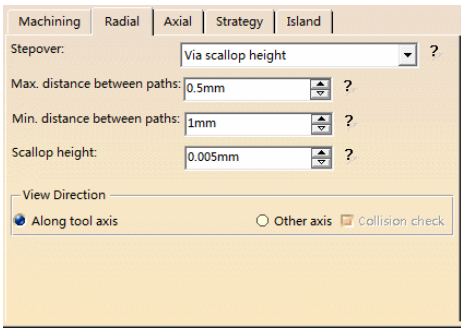

图 3-164 “Radial”选项卡（6）
- 在“Radial”选项卡（6）的“Stepover”下拉列表中选择“Via scallop height”，在“Scallop height”文本框中输入“0.005mm”，如图 3-164 所示。